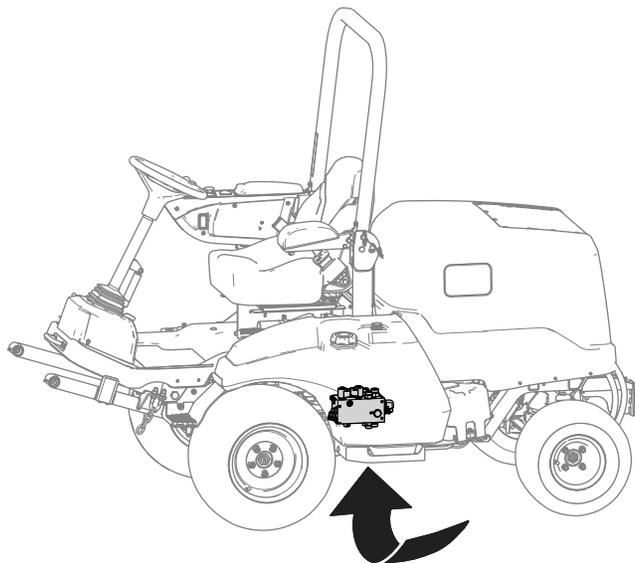

図 9
- A. 油圧マニホールドの下にオイルを受ける容器をおく図 9に示す。